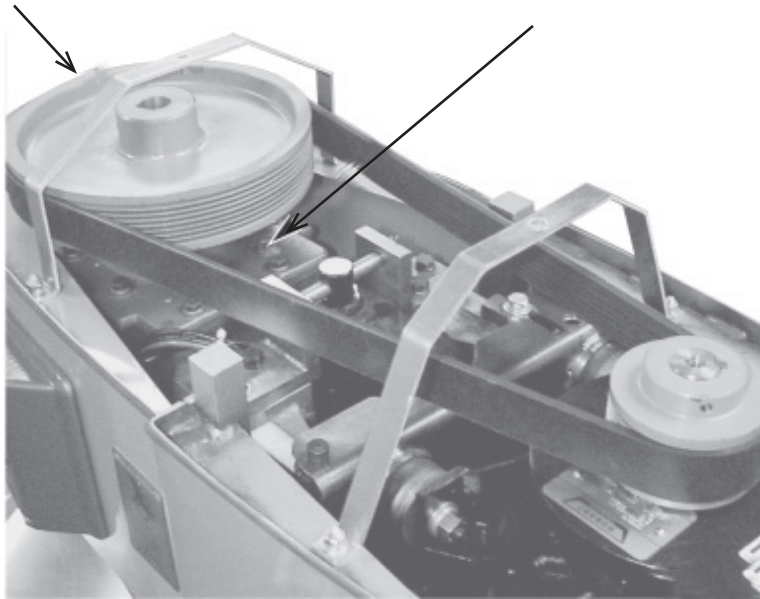

Fig. 1
- Placez un niveau sur le rebord supérieur de la grande poulie (Fig. 1). Glissez autant de cales que nécessaire sous la surface de contact de la base du batteur/mélangeur pour le mettre de niveau d'avant en arrière et d'un côté à l'autre.